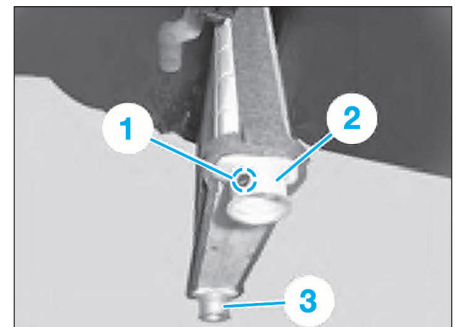

FIG. 21
- veiller lors du montage à ce que le raccord de retour (2) (grande ouverture) repéré par un point noir (1) se trouve en haut (Fig.21). Le raccord d'alimentation (3) doit par conséquent se trouver en bas.